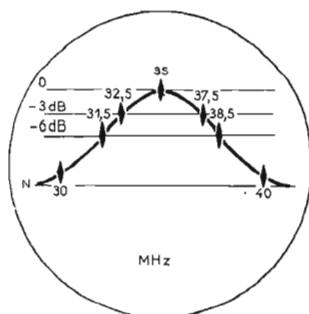

Fig. 35. — Courbe de réponse du circuit L_2C_{p2} simple (réjecteur hors circuit).
e) On règle le générateur de fréquence centrale sur 35 MHz et on ajuste L_2 de telle manière qu'on observe sur l'écran du wobuloscope la courbe représentée figure 35.